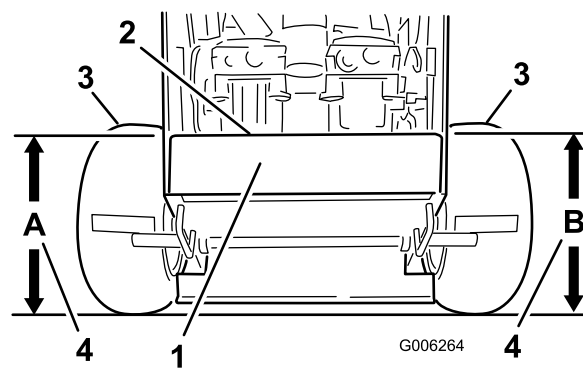

Figura 56
- Mida la altura de la plataforma del motor en la posición **A** (Figura 56).
- Mida la altura de la plataforma del motor en la posición **B** (Figura 56).